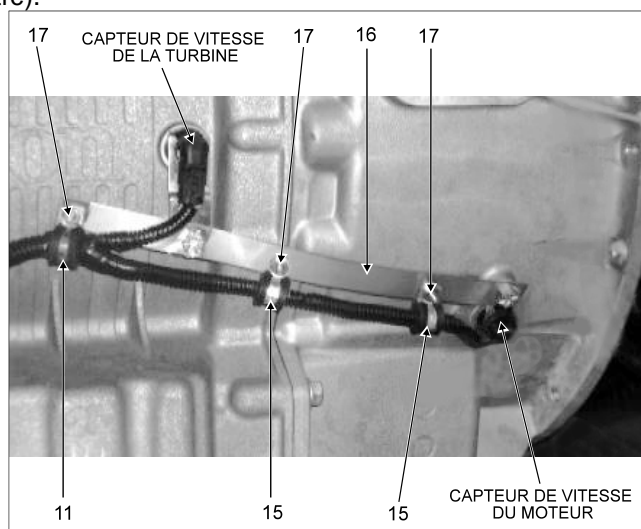

FIGURE 9
15. Enlever le boulon retenant le support du capteur de vitesse du moteur, mettre le support pour pinces de retenue (16) en place par-dessus le support du capteur de vitesse du moteur, puis réinstaller le boulon (**Figure 9**). Ne pas serrer.